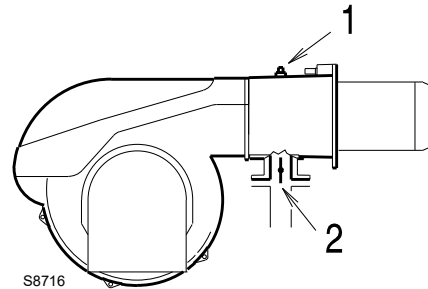

Abb. 23
Gasdruck, an der Entnahmestelle 1)(Abb. 23) gemessen mit:
Strömungsverlust Gasdrossel 2)(Abb. 23) bei maximaler Öffnung: 90°.
- Ziehen Sie vom Gasdruck am Anschluss 1)(Abb. 23) den in der Brennkammer vorhandenen Druck ab.
Gasdruck an der Entnahmestelle 1)(Abb. 23) = 17,0 mbar
Um hingegen den an der Entnahmestelle 1)(Abb. 23) erforderlichen Gasdruck zu ermitteln, nachdem die maximale Modulationsleistung festgelegt wurde, bei der Brenner arbeiten soll:
- rechts, in Spalte 1, den Druck an der Entnahmestelle 1)(Abb. 23) ablesen.
An der Entnahmestelle 1)(Abb. 23) erforderlicher Druck.